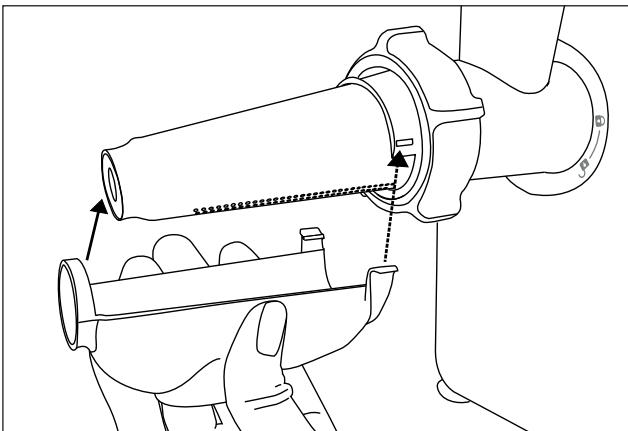

Fig. 2
- Pentru pasatorul de tomate nu este nevoie nici de cuțitul în cruce ⑬ cu arc ⑫, nici de un disc perforat sau disc pentru cărneați ⑭/⑯! Dacă e cazul, scoateți totul din unitatea de tocata ⑥.
- 3) Împingeți melcul de transport ⑪ în unitatea de tocata ⑥.
- 4) Așezați melcul de plastic ⑨ în melcul de transport ⑪. Aveți grijă ca axul melcului de transport ⑪ să se prindă complet în decupajul pătrat al melcului de plastic ⑨. Pentru acest lucru roțiți puțin într-o parte și în alta melcul de plastic ⑨ dacă este cazul, până se așază în poziție fixă.
- 5) Împingeți apoi sita de pasare ⑩ complet peste melcul de plastic ⑨. Așezați-o pe unitatea de tocata ⑥, astfel încât cele două sisteme de fixare să intre în cele două decupaje potrivite pe filet. Asfel, sita de pasare ⑩ nu se mai poate roti. Micile orificii ale sitei de pasare ⑩ indică în jos.
- 6) Când toate piesele sunt montate corect, puneți inelul de închidere ⑯ peste sita de pasare ⑩ și însurubați-l cu mâna pe unitatea de tocata ⑥.
- 7) Montați unitatea de tocata ⑥ conform descrierii de la „Asamblarea mașinii de tocata”.
- 8) Fixați acum tava de colectare ⑧ la sita de pasare ⑩ (a se vedea fig. 2). În acest scop împingeți inelul pe vârful sitei de pasare ⑩ și agățați închizătorile ⑦ de ambele părți la capătul lat. Gaura din tava de colectare ⑧ indică în jos.